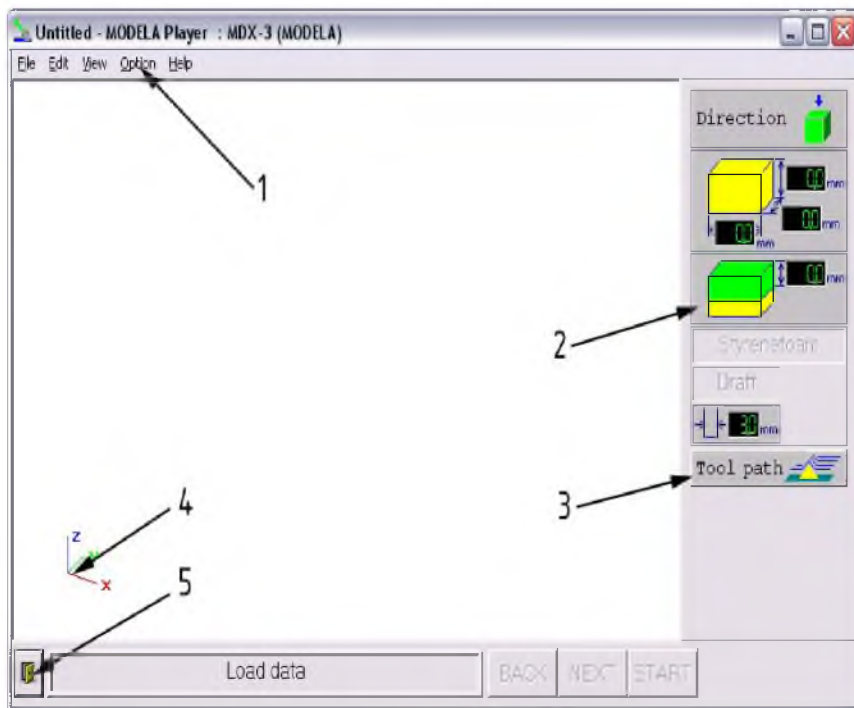

Рис. 2. Окно программы MODELА Player:
2. Появится окно программы MODELА Player (рис. 2) содержащее **Строку меню**, **Панель инструментов** и кнопки **Tool path** (Траектория перемещения инструмента), **BACK**, **NEXT**, **START**, **Quit**.